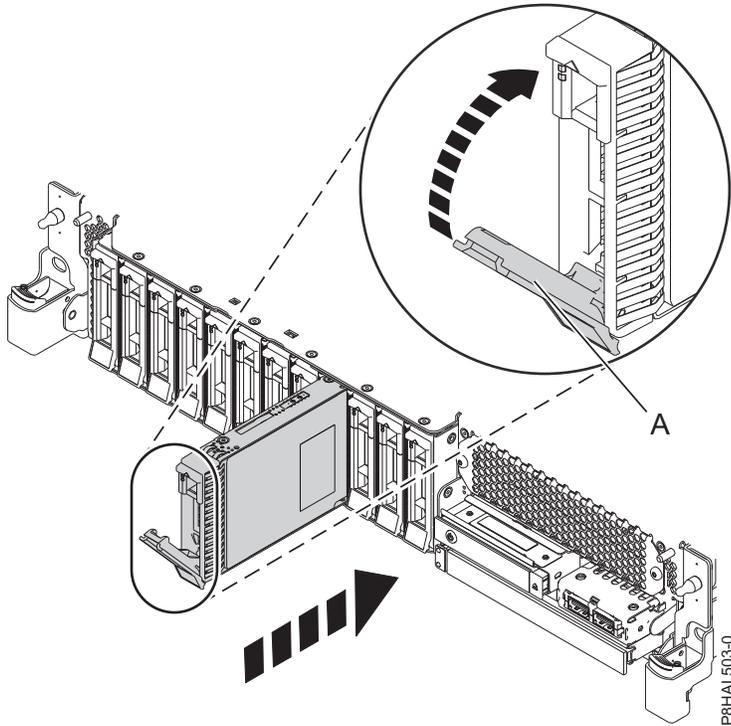
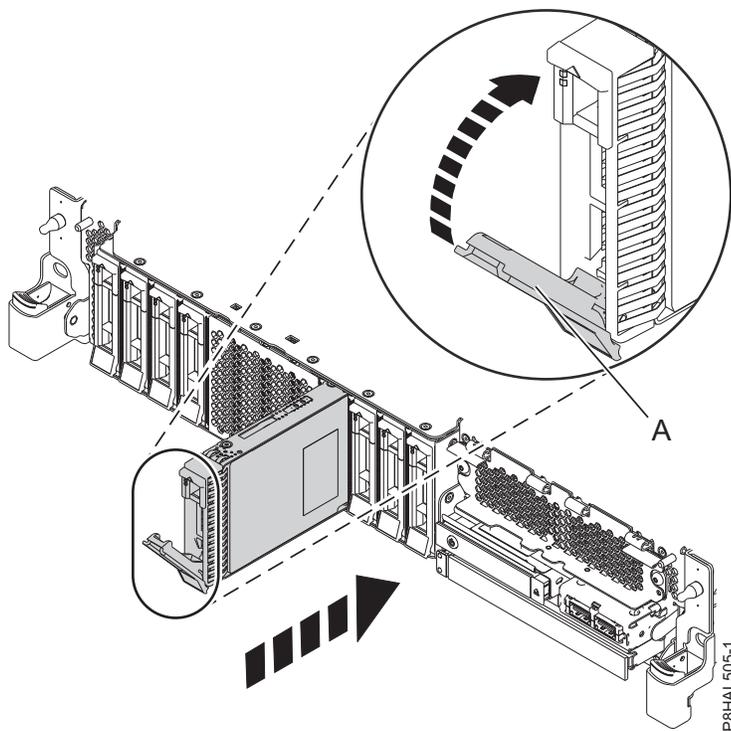

図 94. 基本機能 システムにおけるディスク・ドライブの取り替え
図 95. 拡張機能 システムにおけるディスク・ドライブの取り替え
4. ハンドルを押して手前に引き出して、ドライブ・ベイ・ハンドル (A) をアンロックします。ハンドルが完全に引き出されていないと、ドライブをシステムの中にスライドさせることができません。102 ページの図 94 および 102 ページの図 95 を参照してください。
8. 選択したスロットの識別 LED が明滅したら、ドライブをスロットの中に奥まで差し込み、ドライブ・ベイ・ハンドル (A) をロックされるまで押します。102 ページの図 94 および 102 ページの図 95。